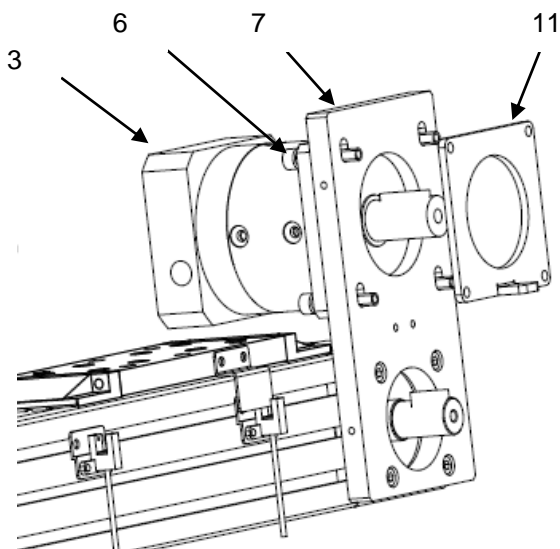

Рисунок 12 – Установка редуктора.
2) установить редуктор (поз. 3) на корпус (поз. 7) и монтажную пластину (поз. 11) с помощью винтов (поз. 6) (см. рисунок 12); **ВНИМАНИЕ!!!** Винты (поз. 6) не затягивать!